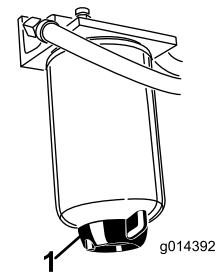

図 30
水セパレータ 図 30 の水抜きは毎日おこなって異物を除去してください。
2. フィルタ容器 図 30 下部のドレンプラグをゆるめて水や異物を流し出す。